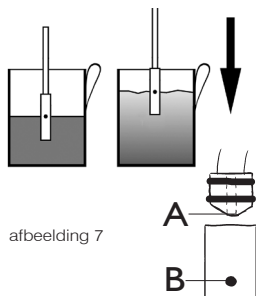

afbeelding 6
2. Zet de kopjes op het warm houdplaatje (9). Als ze warm zijn (optimale temperatuur 40 °C) geeft dat een betere espresso (Zie afbeelding 6).